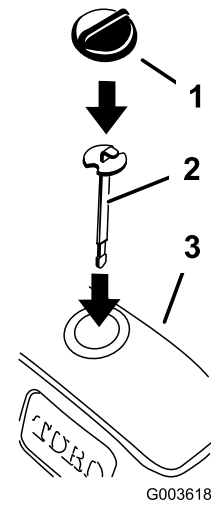

図 37
3. ディップスティックを入れ、油圧オイルの量を点検する 図 37。